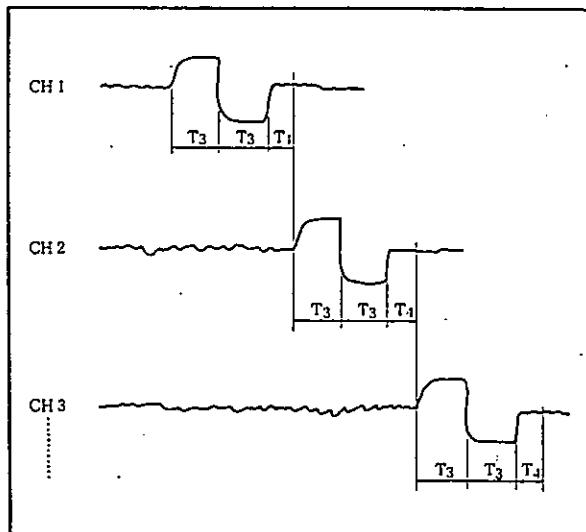

図 5.2 各チャンネルの校正タイミング
- (a) つぎのチャンネルに移るタイミングは、安定時間 (T_4) が過ぎてからです。(図 5.2 参照)
(1) AUTO CAL
- (a) 基本的には、MEAS モードと同じで、あらかじめ ENTRY された値に従って図 5.1, 図 5.2 のシーケンスパターンを TIMER 動作により自動的に校正を行ないます。